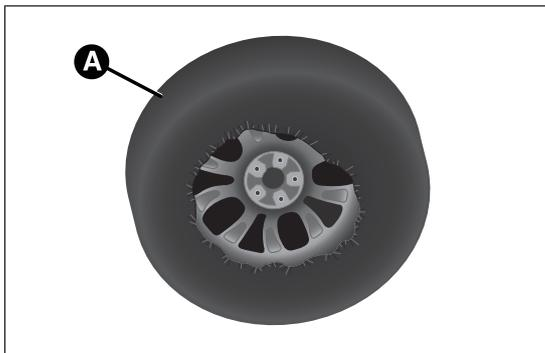

fig. 40
- introducir la rueda pinchada en el saco A fig. 40.